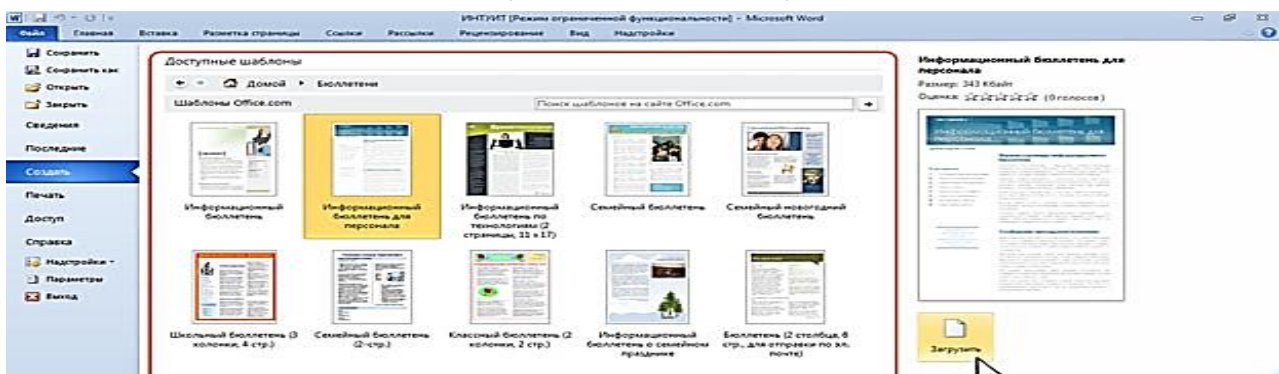

Рис. 15. Создание документа на основе шаблона с сайта Microsoft Office
4. При наличии подключения к *Интернету* можно обратиться к шаблонам, расположенным на *сайте Microsoft Office*. В разделе «Шаблоны» Office.com (рис. 15) щелкнуть по значку нужной группы шаблонов и дождаться, пока они загрузятся. Прокручивая список, выбрать нужный шаблон и дважды щелкнуть по его значку или выделить этот значок и